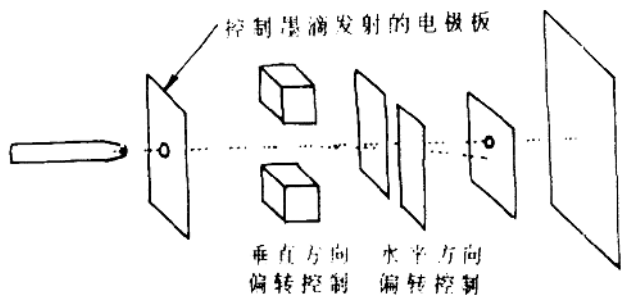

图 1-6
3、间歇喷墨式 静电拉引喷墨印刷(Intermittent jet electrostatic pull)：如图 1-6 所示，喷嘴中的油墨由供墨装置轻轻加压后在喷嘴处形成凸出的半月形，但不会喷出。在喷嘴前放一电极板，凸出的油墨在高电压的作用下，其表面张力被破坏，而以墨粒的形式被静电力“拉引”出来，这些油墨微粒在静电力的作用下具有一定的运动速度，可以通过上述的几种方法完成喷墨印刷。